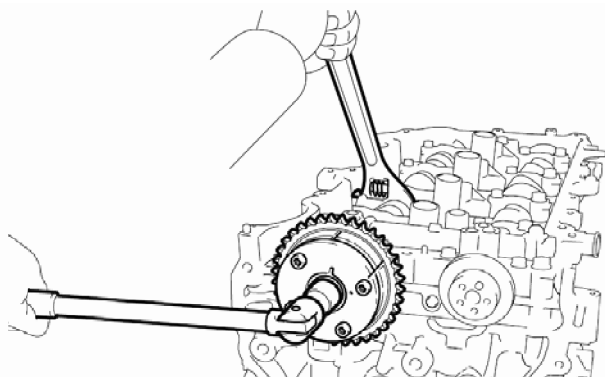

图 12-17 拧紧凸轮轴正时齿轮螺栓
8) 如图 12-17 所示，用扳手固定凸轮轴的六角部位，安装凸轮轴正时齿轮螺栓，拧紧至规定力矩 ( $85\text{N} \cdot \text{m}$ )。